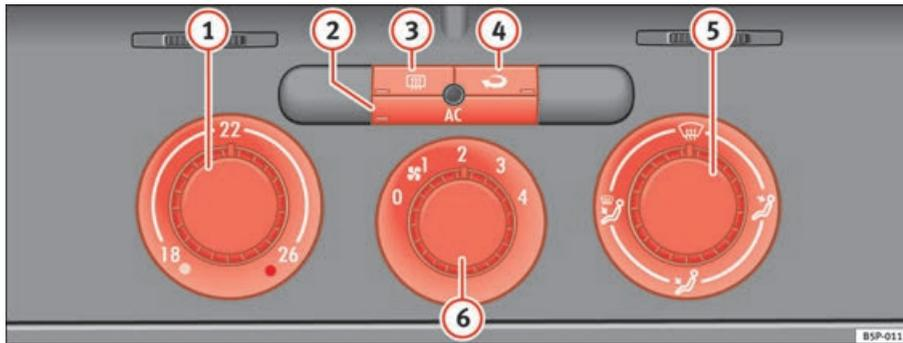

Abb. 129 In der Instrumententafel: Bedienelemente der Climatic
- Mit den Reglern ⇒ Abb. 129 **1** und **5** und mit dem Schalter **6** stellen Sie die Temperatur, die Luftverteilung und die Gebläsestufe ein.
- Schalten Sie die Klimaanlage mit der Taste  $\Rightarrow$  Seite 159, Abb. 129  ein.